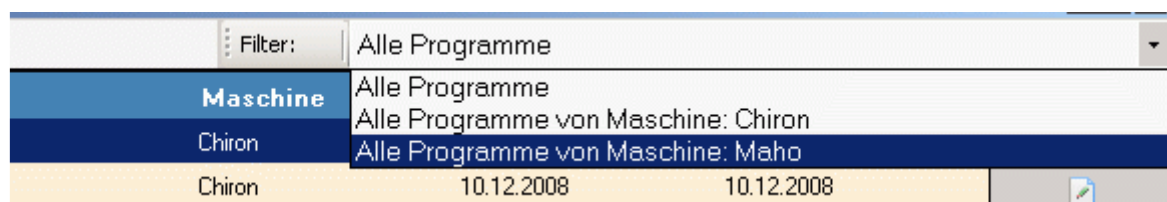

Abbildung 18.1: Maschinenfilter
19.3. ‚Alle Programme in der Liste‘ Exportiert alle Programme die in der Liste enthalten sind. Filtern Sie die Programme und schränken Sie die Liste auf eine bestimmte Maschine wie in Abbildung 18.1 und klicken auf ‚Alle Programme in der Liste‘ es werden dann nur die Programme der ausgewählten Maschine exportiert.